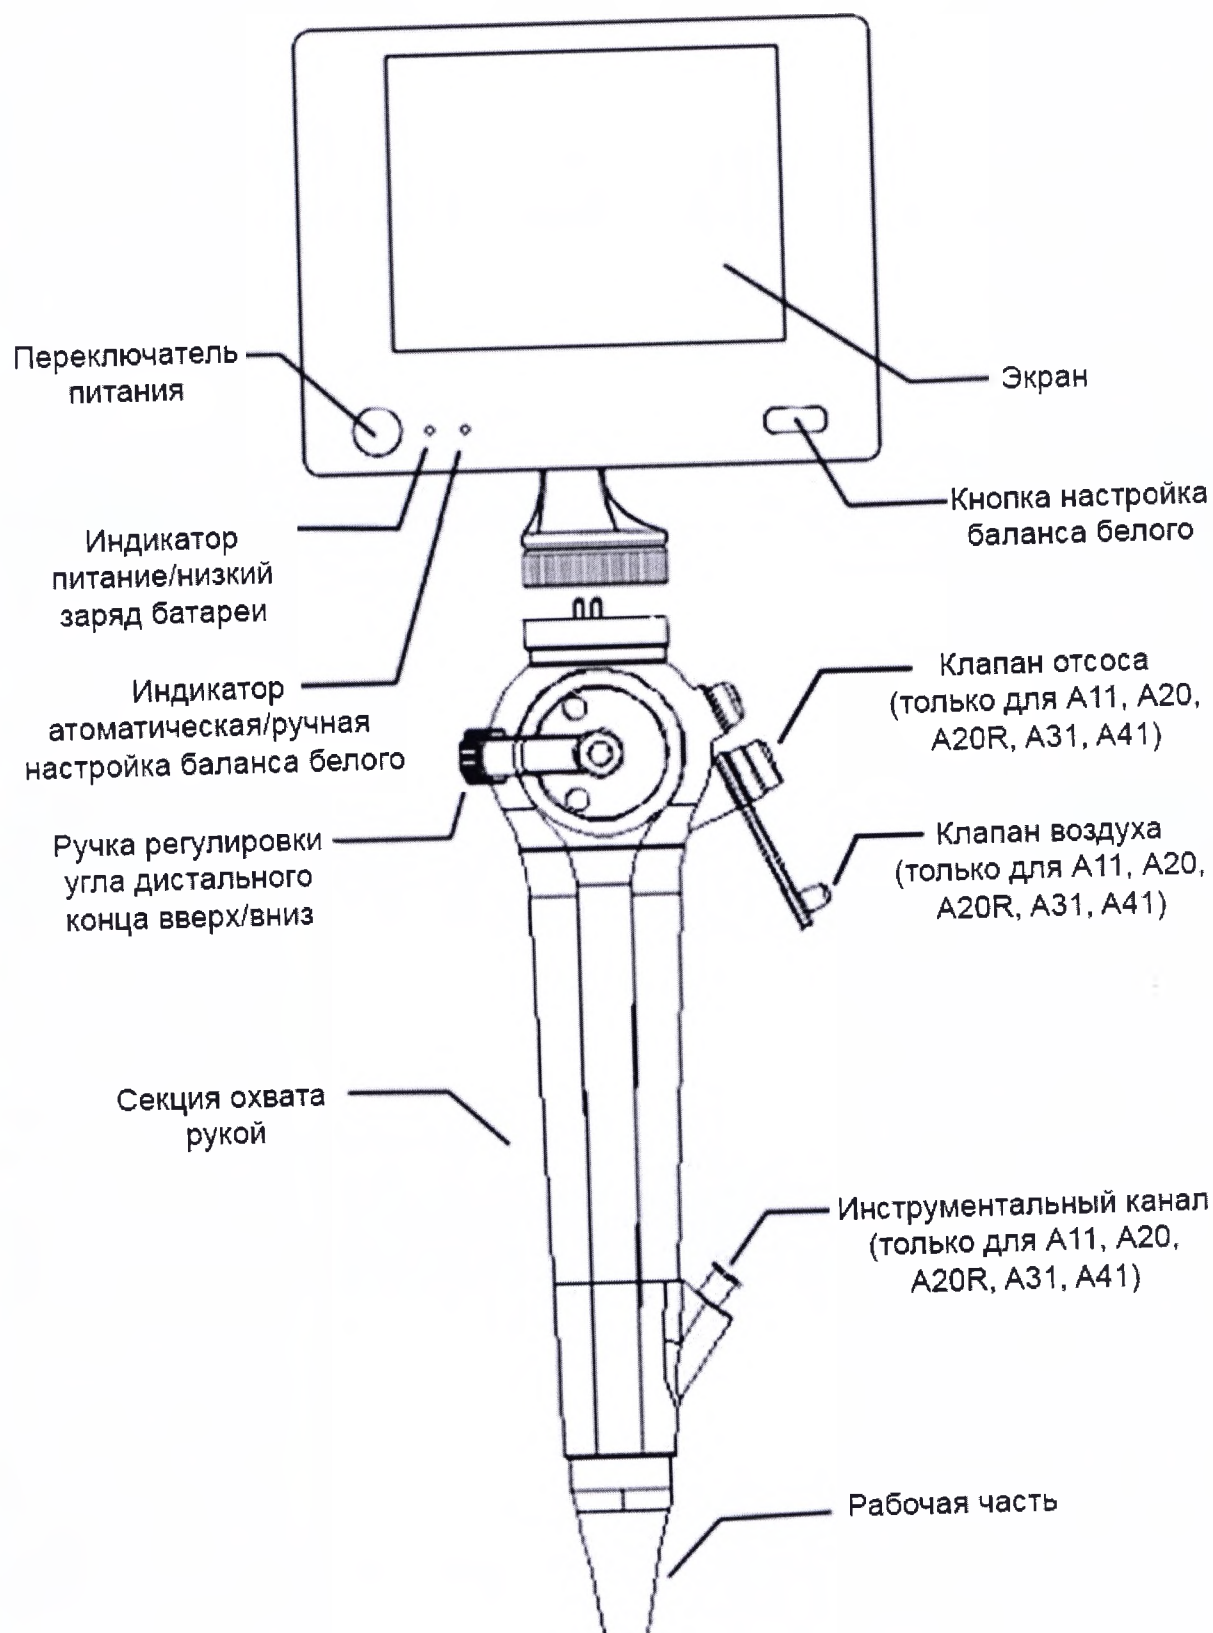
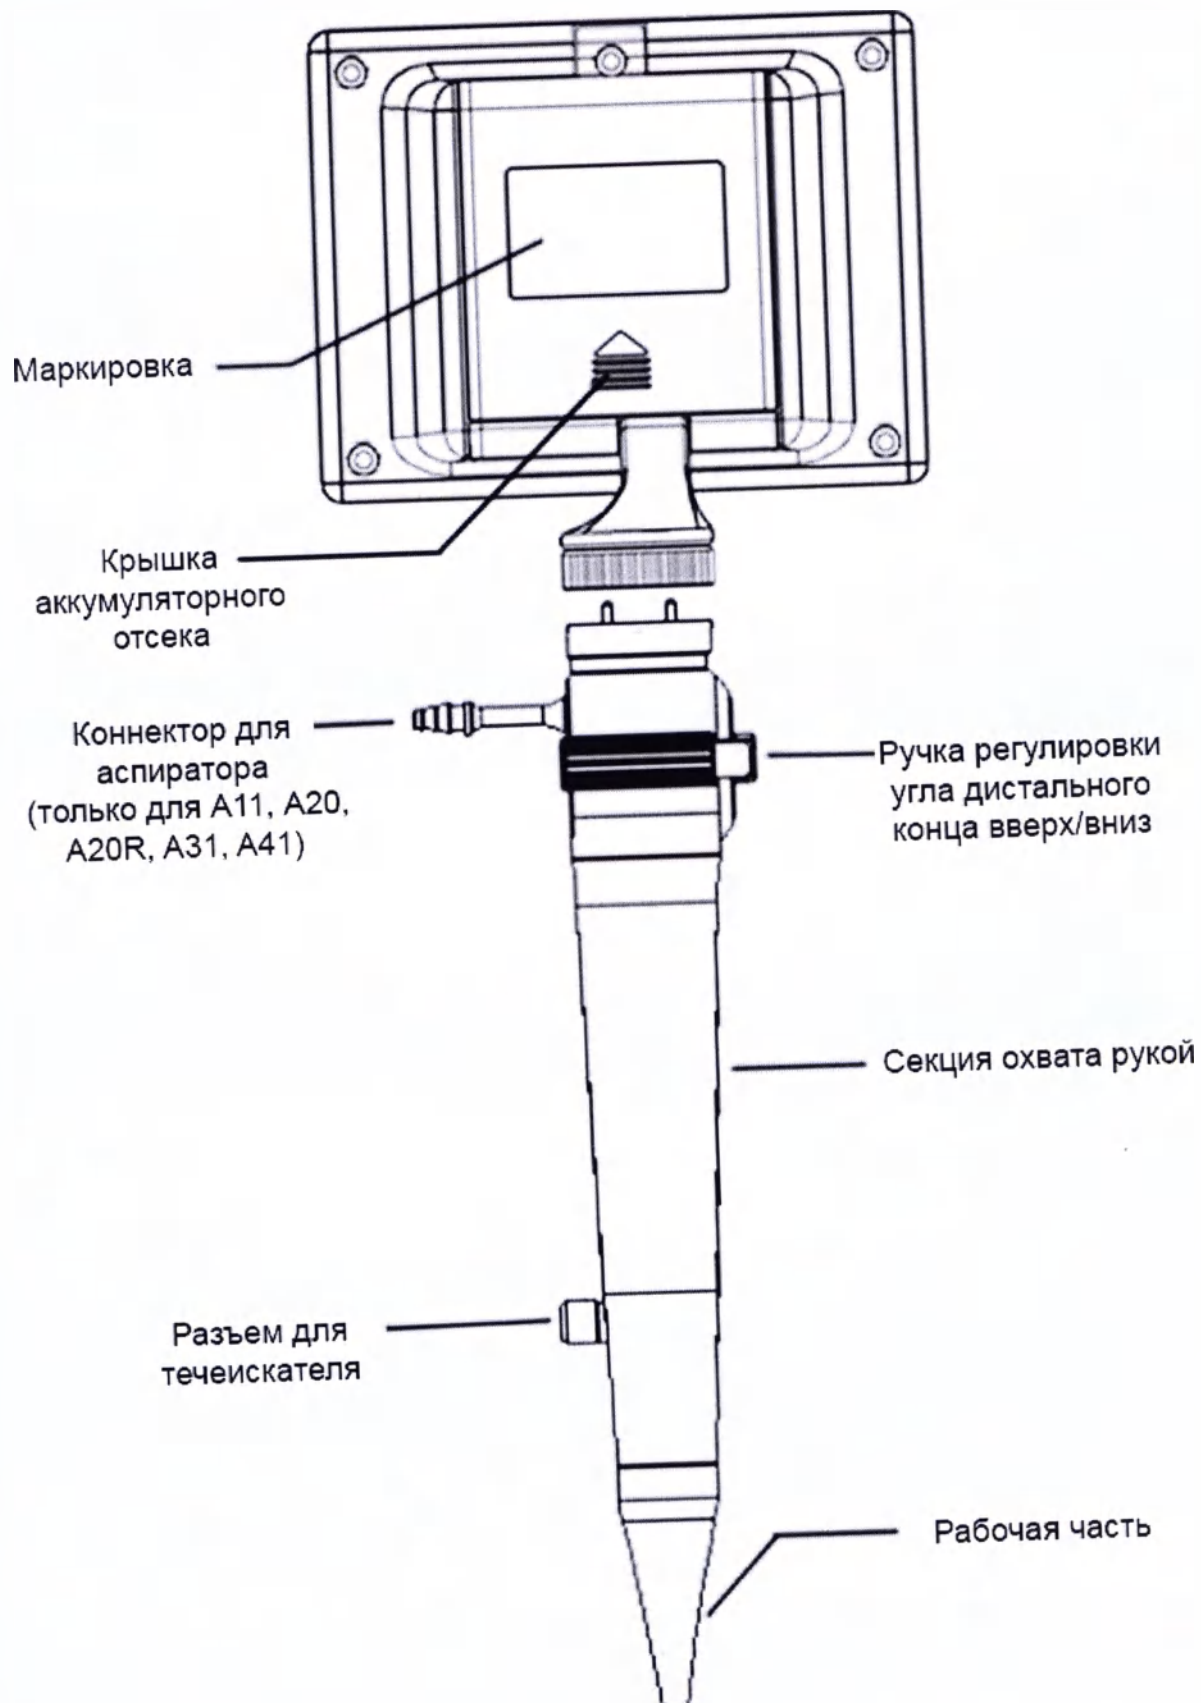

Рис. 1
Рис. 2
5.1 Наименование частей (см. рис. 1 и рис. 2)
Клапан отсоса предназначен для управления аспирацией. При нажатом клапане отсоса осуществляется аспирация (при подключенном аспираторе - с интубоскопом не поставляется). При присоединении клапана отсоса вставьте его в разъем канала управления аспирацией (см. рис. 1)
Клапан воздуха предназначен для закрытия/открытия клапана отсоса. Для присоединения клапана отсоса вставьте его в разъем канала управления аспирацией (см. рис. 1)